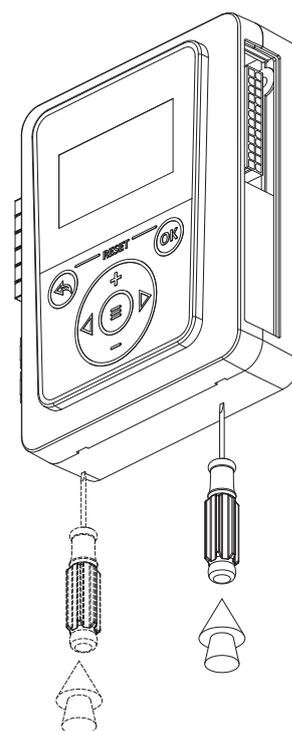

Рис.16 Демонтаж лицевой панели
2. снимите лицевую панель контроллера, ослабив защелки с помощью отвертки (рис.16);